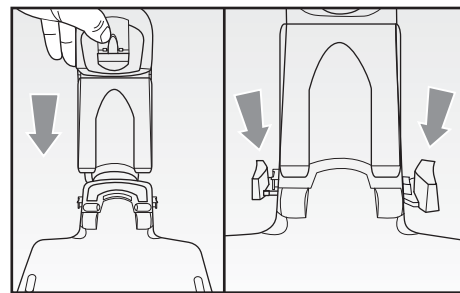

Fig. 4
- Inserire sulla base di ricarica (G) l'apposita parte superiore (H) premendola leggermente fino a battuta; quindi montare sulla base (G) i supporti per gli accessori (U) (Fig. 4).